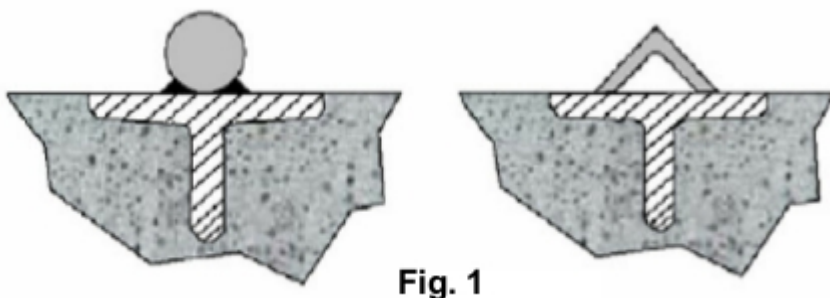
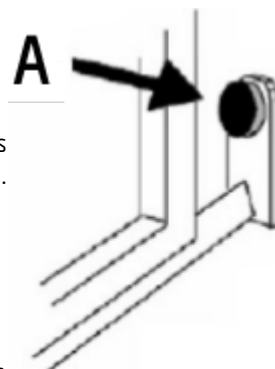
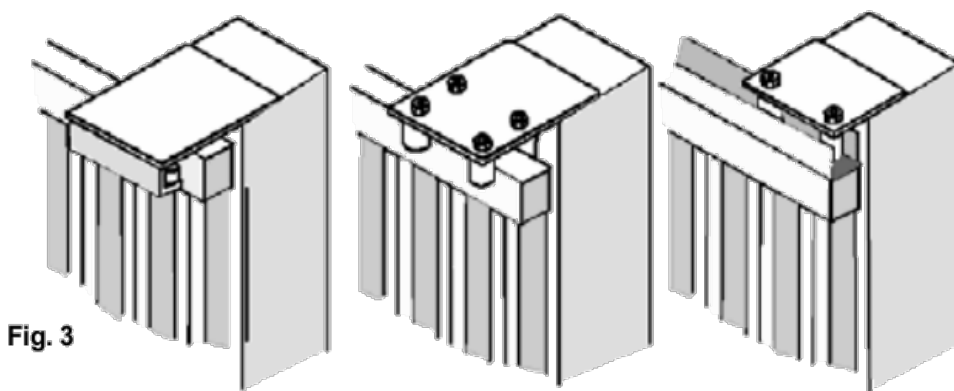

Fig. 1
Fig. 2
Fig. 3
IT L'installazione e il collaudo devono essere eseguite solo da personale qualificato. Il costruttore declina ogni responsabilità per danni derivati da errate installazioni dovute ad incapacità e/o negligenza. Prima di procedere all'installazione, verificare che il cancello sia perfettamente funzionante. È opportuno infine verificare che la guida di scorrimento a terra (Fig.1) sia idonea alle ruote utilizzate, non presenti malformazioni e che sia a livello, che vi sia (A) il fermo meccanico in apertura (Fig.2) al fine di evitare che il cancello fuoriesca dalle guide superiori (Fig.3).
EN Installation and testing should be performed only by qualified personnel. The manufacturer is not responsible for damages caused by incorrect installations due to incompetence and/or negligence. Before installation, check that the gate is fully operational. Lastly, it should verify that the ground sliding guide (Fig.1) and that it is suitable for the wheels used, doesn't present malformations and it is at level, that there is (A) the mechanical stop in opening (Fig.2) in order to prevent the gate going outside the upper guides (Fig.3).
ES Instalación y pruebas deben ser realizadas sólo por personal cualificado. El fabricante no se hace responsable de los daños causados por instalaciones erróneas debido a la incompetencia y/o negligencia. Antes de la instalación, compruebe que la cancela esté en buen estado. En fin debe verificar el buen deslizamiento de la guía (Fig. 1) y que sea adecuado para las ruedas usadas, que no hayan malformaciones, que esté bien a nivel, y que está presente (A) el tope mecánico en la apertura (Fig.2) con el fin de evitar que la hoja siga fuera de las guías superiores (Fig.3).
FR L'installation et les essais doivent être effectués que par du personnel qualifié. Le fabricant n'est pas responsable des dommages causés par une mauvaise installation par compétence et/ou d'une négligence. Avant l'installation, vérifiez que la porte soit pleinement opérationnel. Enfin, il convient de vérifier que sur le guide de coulissement du sol (Fig.1) et qu'il n'y a pas de défaut, il n'y a pas des malformations et qu'elle soit à niveau, qui soit présent (A) la butée mécanique en ouverture (Fig.2) afin d'empêcher à la porte de sortir des guides supérieurs (Fig.3).